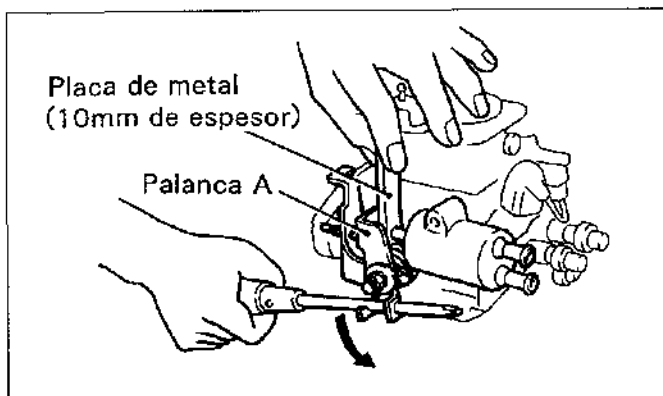

Figura.15-42
(1) Empleando un destornillador, gire las palancas hacia la izquierda y ponga una placa de metal de aprox. 10mm de espesor entre la palanca A y el pistón de cera térmica. (Vea la figura.15-42)